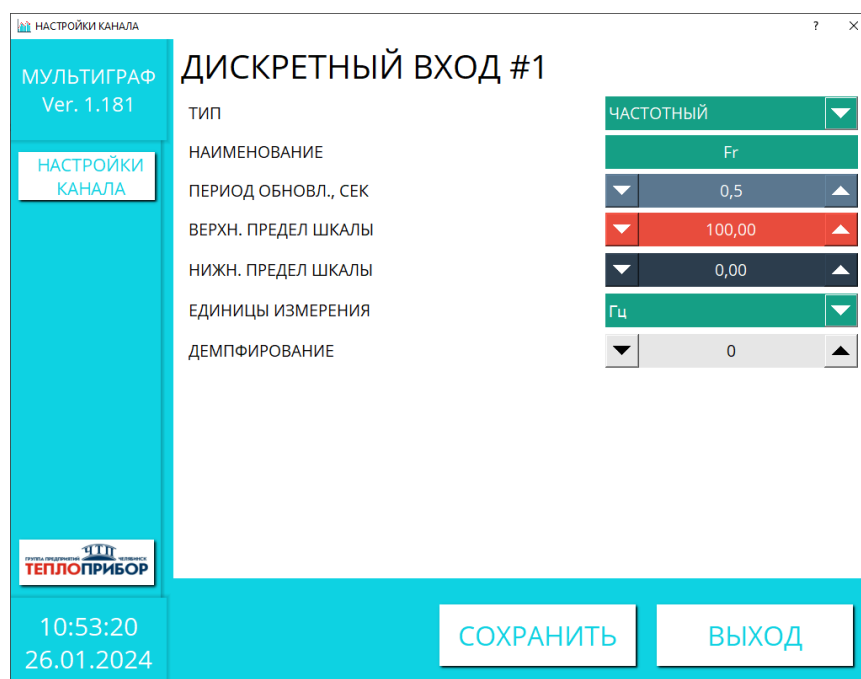

Рисунок 2.26 – Настройка канала в режиме работы «ЧАСТОТНЫЙ»
2.3.3.2.4 Тип «ЧАСТОТНЫЙ» (рис. 2.26)